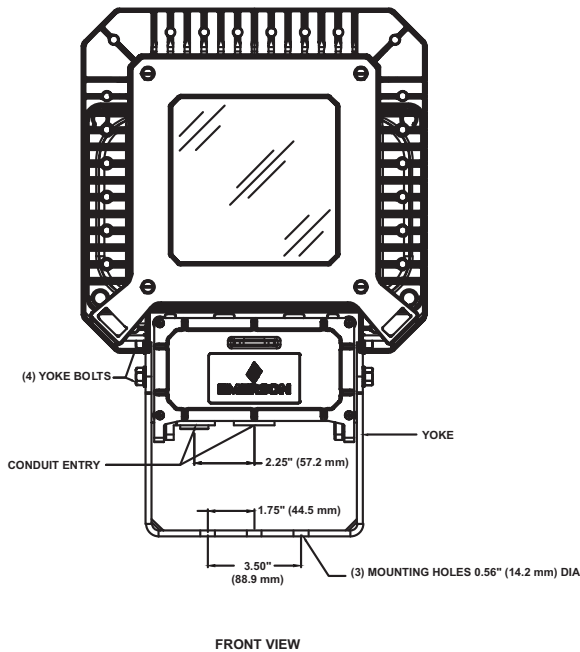

Figure 2: Luminaire avec étrier de montage
Le luminaire Areamaster GEN 2 LED avec étrier (fourni) se monte directement sur des surfaces planes. La culasse a un trou de dégagement central pour un boulon de 1/2 pouce (12,7 mm) et deux trous de dégagement de 1/2 pouce (12,7 mm) espacés de 3-1/2 pouces (88,9 mm) sur la ligne centrale de l'étrier. Voir la Figure 2.
2. Desserrer légèrement les quatre boulons de l'étrier et incliner le luminaire dans la position désirée avec votre main libre. Voir Figures 2 et 3.